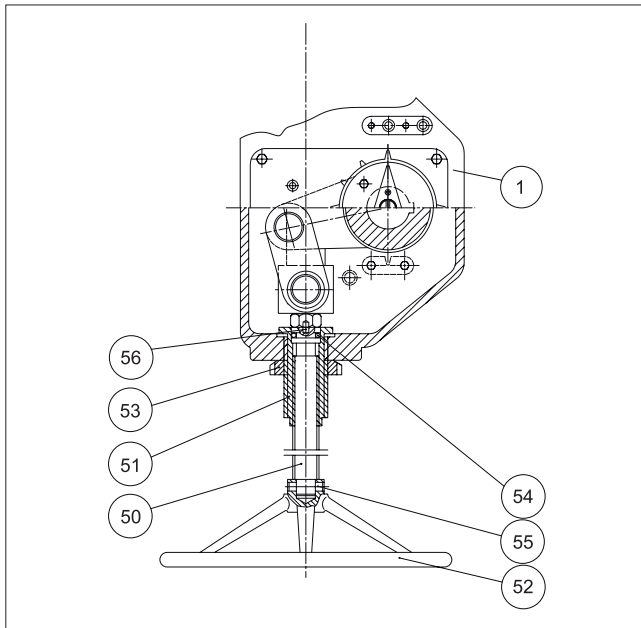

Fig. 24 Actionneur B1JAR
L'actionneur B1JAR est identique au B1JA à ceci près qu'il peut être manœuvré manuellement de manière à amener le piston à la position supérieure contre le ressort en cas d'absence d'alimentation pneumatique. Un actionneur B1JA peut être transformé en actionneur B1JAR par remplacement du carter (1) et adjonction des pièces (50 à 56). Cf. Figure 24.
Si lors de la manœuvre manuelle de l'actionneur, il se produit une raideur ou un son étrange, vérifier l'état des paliers (56) (cf. Figure 24). Pour le reste, les opérations d'entretien sont les mêmes que pour un actionneur B1JA (cf. chapitre 4.2).
Nomenclature de la figure 24 :